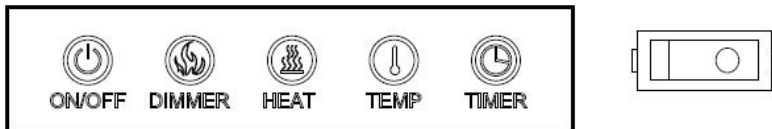
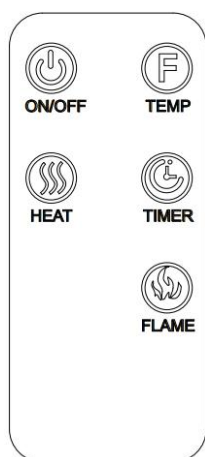

Abb. 3
Abb. 4
2. Mit der Fernbedienung (Abb. 4), über die dieselben Funktionen angesteuert werden können wie über das Bedienfeld (Abb. 3).